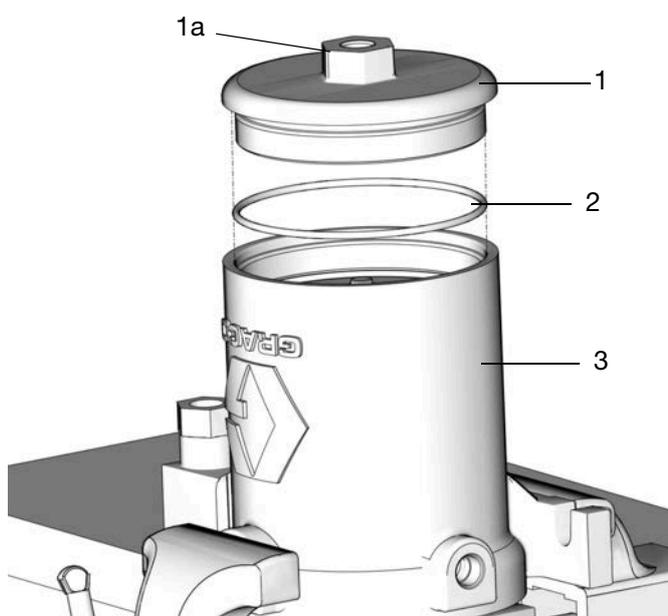

FIG. 34
10. Applicare un sottile strato di grasso sull'O-ring del coperchio (2). Installare l'O-ring sul coperchio (1) (FIG. 34).
11. Installare il coperchio sul fondo del cilindro del motore pneumatico (3). Spingere il coperchio per agevolare il posizionamento e comprimere la molla. Utilizzare una chiave sul dado (1a) per girare e serrare saldamente il coperchio, quindi serrare a una coppia di 37,9 - 43,4 N•m (28 - 32 ft. lb) FIG. 34.